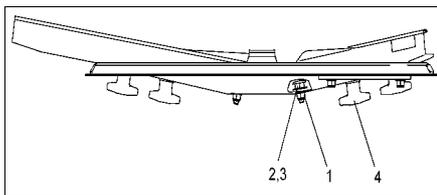

Fig. 39
- Desserrez l'écrou autobloquant (Fig. 39/1).
- Retirez la rondelle et la vis à tête ronde (Fig. 39/2,3).
- Desserrez l'écrou à ailettes (Fig. 39/4) et remplacez l'aube d'épandage.
- L'écrou autobloquant (Fig. 39/1) doit être serré de telle manière que l'aube puisse être manœuvrée manuellement.